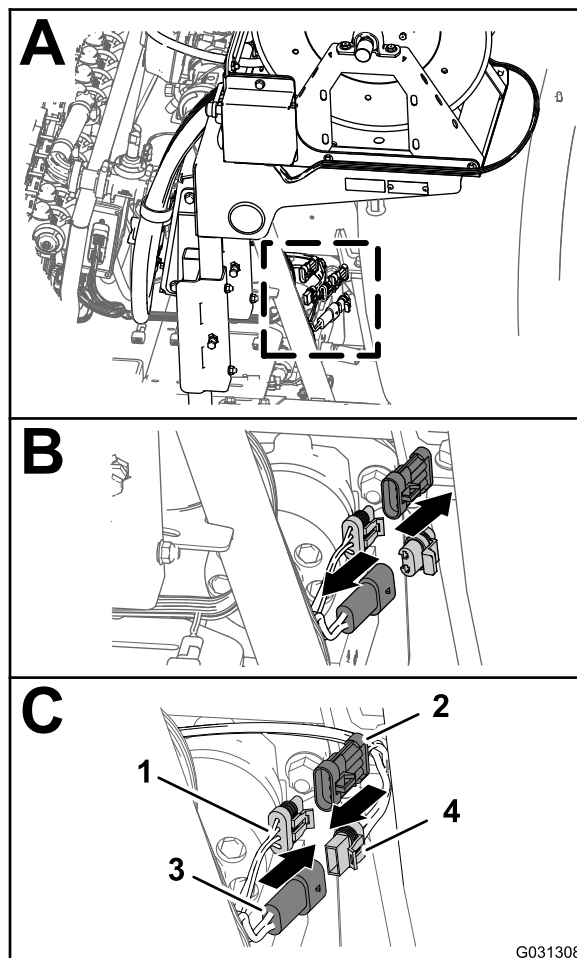

Figura 189
1. Nella parte posteriore della macchina, individuate il cablaggio preassemblato per il kit avvolgitubo girevole nella parte posteriore del serbatoio dell'irroratrice (Figura 189).
2. Rimuovete il tappo dal connettore a 2 pin del cablaggio principale posteriore per l'alimentazione dell'avvolgitubo (Figura 189).
3. Collegate il connettore a 2 prese del cablaggio per l'avvolgitubo elettrico al connettore a 2 pin del cablaggio principale posteriore (Figura 189).
4. Rimuovete il tappo dal connettore a 3 prese del cablaggio principale posteriore per l'interconnessione del cablaggio di irrorazione (Figura 189).
5. Collegate il connettore a 3 pin del cablaggio per l'avvolgitubo elettrico alla presa a 3 pin del cablaggio principale posteriore (Figura 189).